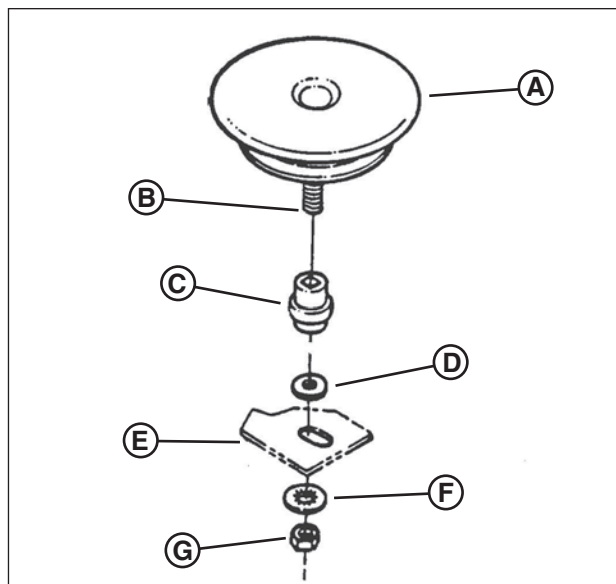

Figure 33: Dépose du disque d'entraînement
- Tenez l'extrémité fendue du boulon du disque d'entraînement (**B, Figure 33**) à l'aide d'un tournevis et enlevez l'écrou (**G**) et la rondelle frein interne (**F**).